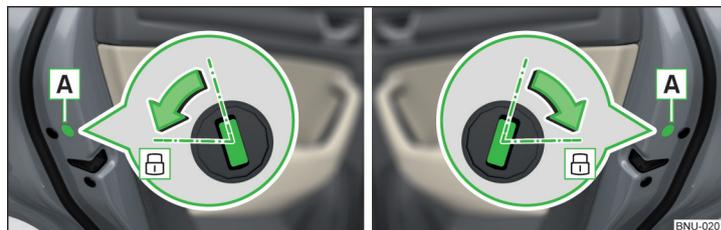

Fig. 251 Puerta izquierda / puerta derecha
- › En vehículos con la visera **A**, eliminar esta visera » fig. 251.